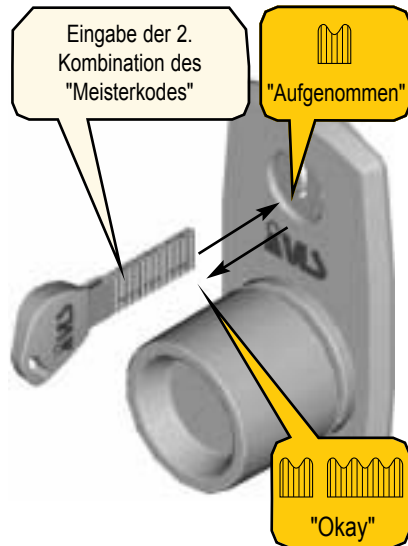

Abbildung 23 - Eingabe der 2.
6. Wählen Sie die zweite Kombination des "Meisterkodes" gem. Pkt. 4. Führen Sie den Schlüssel in die Schlüsselaufnahme bis zum Anschlag ein, und nehmen Sie ihn dann heraus. Bei der Einführung und dem Herausnehmen soll das Signal "Aufgenommen" tönen (Abb. 23).